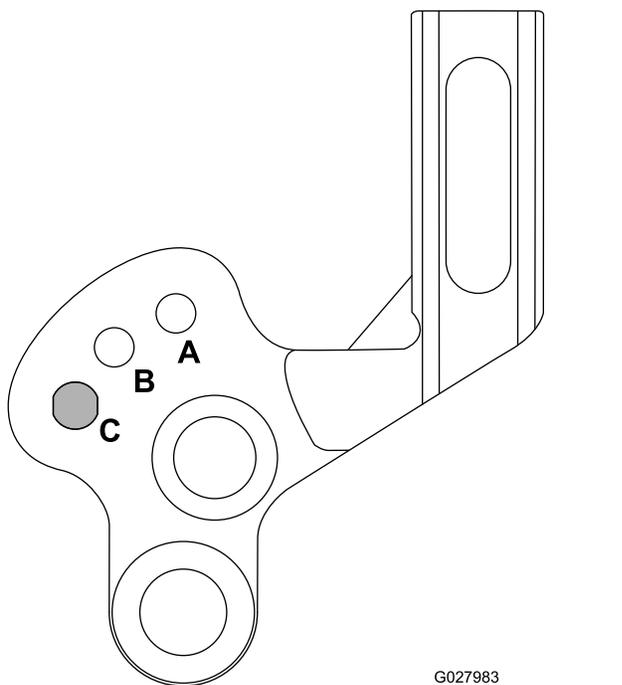

Figure 19
- B. Tournez les bras vers le haut ou le bas à la position A ou B (Figure 19).
Lorsque vous voulez tondre sans le groomer ou transporter la machine, relevez le cylindre groomer à la position de transport relevée, comme montré à la Figure 19.